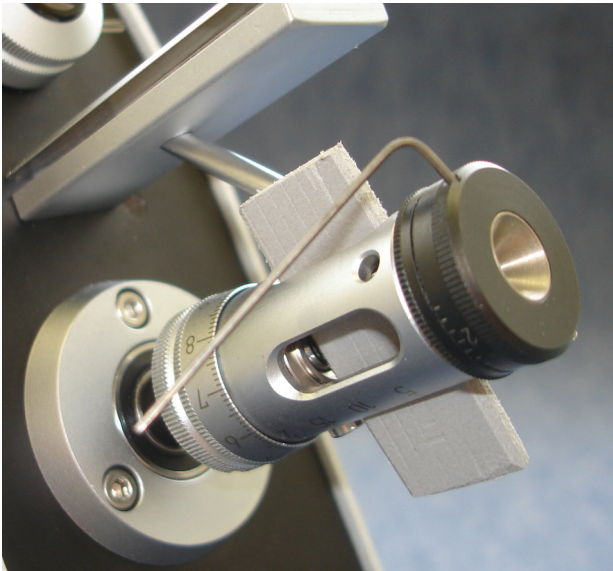

Abbildung 6
- Positionshalter gemäss Abbildung 6 in den Abisolierkopf einführen, hierfür die grosse Inbusschraube bei der Längsskala nach hinten schieben. Diese Massnahme erleichtert das Einlegen der neuen Messer.